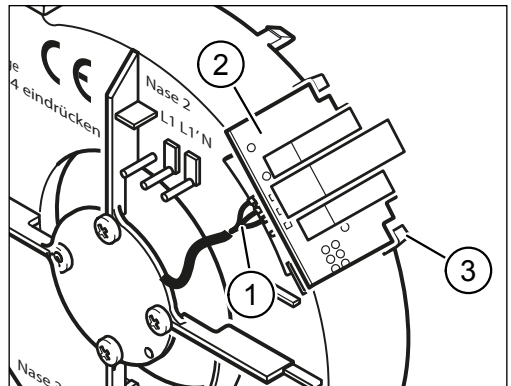

Abb. 23: Motorplatine ausbauen
- ▶ Ziehen Sie die Motoranschlussdrähte (Pos. 1 in Abb. 23) von der Motorplatine (Pos. 2 in Abb. 23) ab.
- ▶ Drücken Sie den Rasthaken (Pos. 3 in Abb. 23) leicht nach hinten und entfernen Sie die Motorplatine vom Lüftermotor.
- ▶ Befestigen Sie die neue Motorplatine (Pos. 2 in Abb. 23 auf Seite 33) am Lüftermotor. Stellen Sie sicher, dass die Motorplatine von den Rasthaken (Pos. 3 in Abb. 23 auf Seite 33) fixiert wird.